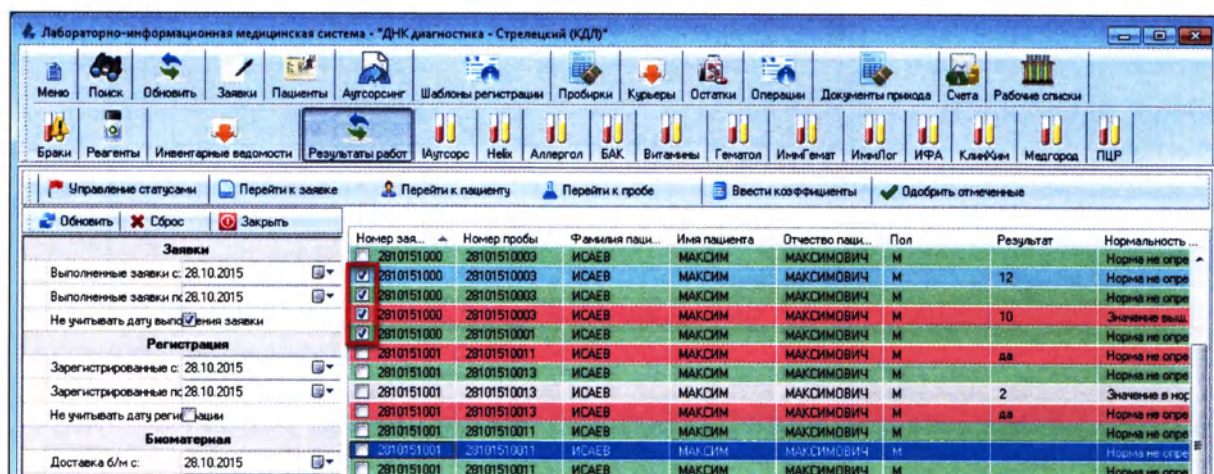

Рисунок 11.4
1. Выделите галкой одну или несколько необходимых записей в журнале (Рисунок 11.4):